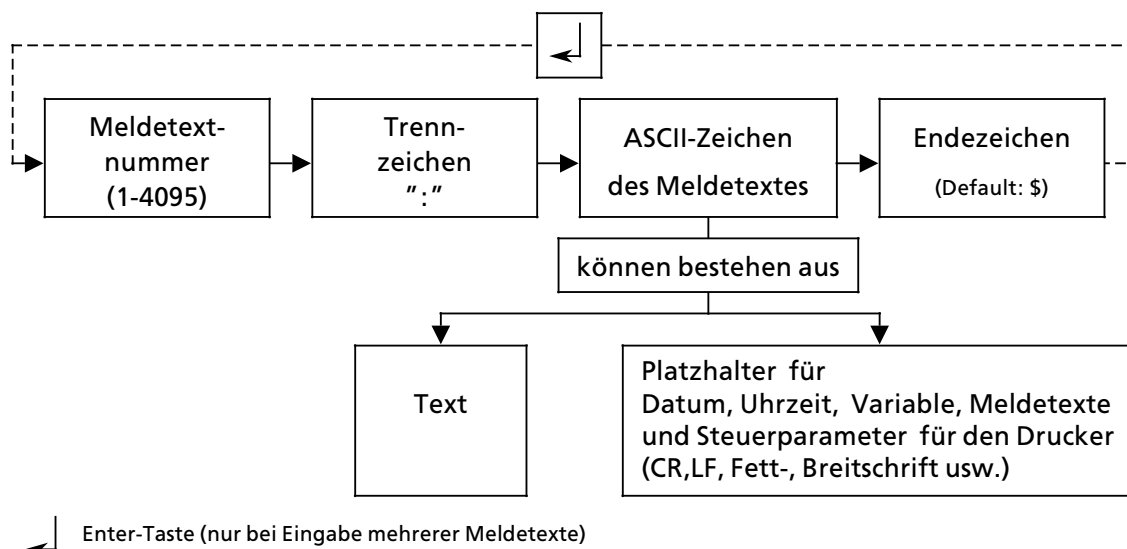

Bild 6.4 Schematischer Aufbau eines Meldetextes
- Innerhalb eines DB sollten die Meldetexte unmittelbar aufeinander folgen. Zur besseren Überschaubarkeit können Sie die Meldetexte durch die Enter-Taste voneinander trennen (→ Bild 6.4).